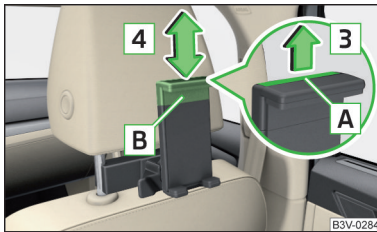

Fig. 115
► Pentru **adaptarea înălțimii suportului**, trageți curelușa de siguranță **A** în sensul săgeții **3** și deplasați piesa **B** în sensul săgeții **4** în poziția dorită » fig. 115.